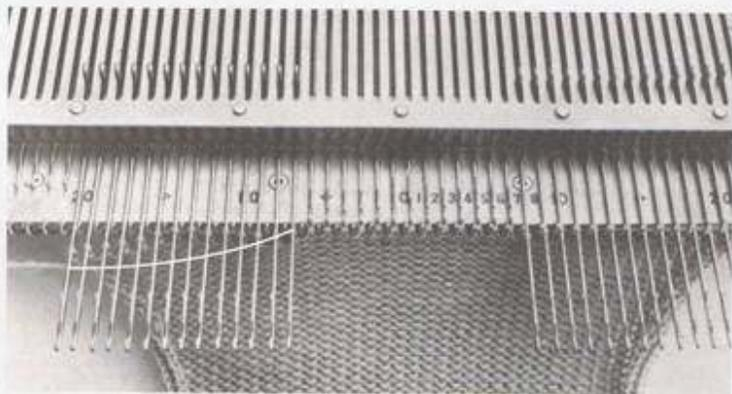

Fig. 77
- Avancer en position « F » 18 aiguilles sur le bord droit du tricot (fig. 77) et passer le chariot.